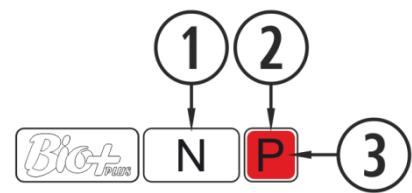

Figura 4
Para realizar el encendido debemos pulsar la tecla (botón encendido - apagado) del panel de mandos. El punto ③ de la figura 4 cambiará su color, a medida que la estufa pasa por las diferentes fases de encendido.
Dicho ícono viene acompañado con la señalización del mensaje de seguridad Axxx, ver *figura 4* punto ③. Puede indicar un fallo de sensores o motores de la estufa. Véase tabla que se incluye a continuación.